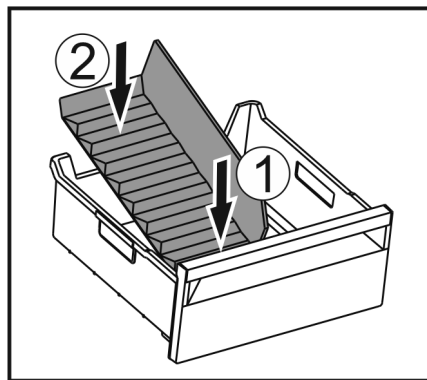

Fig. 150
- ▶ Вставити передню частину перегородки відділення для льоду. Fig. 150 (1)
- ▶ Опустити задню частину перегородки відділення до дна ящика для кубиків льоду. Fig. 150 (2)